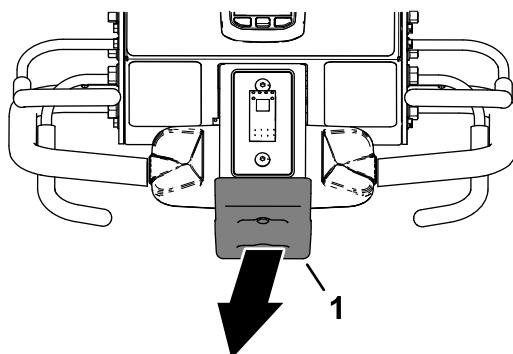

Figure 99
2. Eloignez-vous du contacteur de butée (Figure 99).